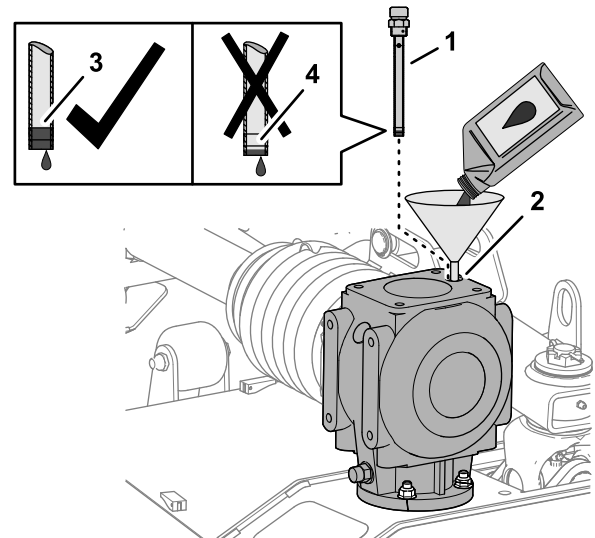

Figura 63
- Añada 1.06 litros (36 onzas fluidas) del lubricante para engranajes especificado a la caja de engranajes a través del orificio de llenado (Figura 63).
- Enrosque la varilla en el orificio, retire la varilla y compruebe el nivel de lubricante (Figura 63).
4. Enrosque la varilla en el orificio de llenado y apriete la varilla (Figura 63).